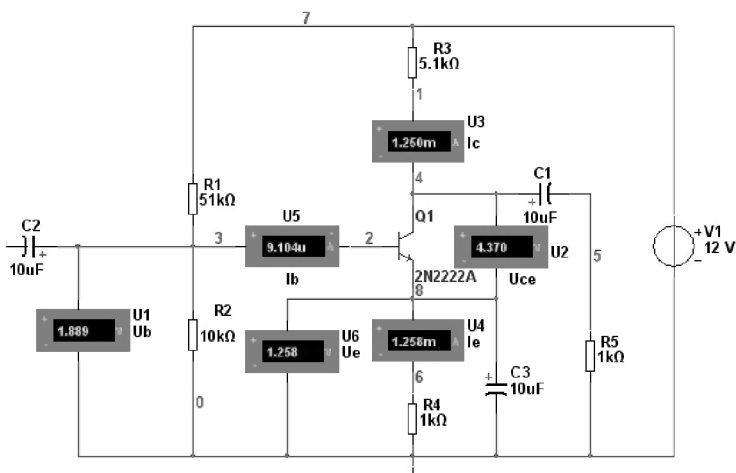
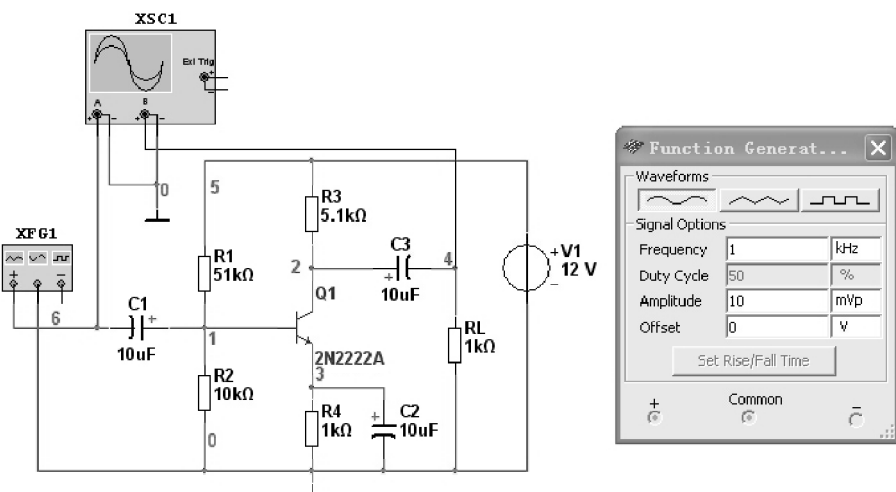

图 6-26 单管共射放大电路
图 6-27 单管共射放大电路电压放大倍数仿真分析
单管共射放大电路如图 6-26 所示。
2. 搭建单管共射放大电路的静态工作点仿真电路 (见图 6-26) 和如图 6-27 所示的单管共射放大电路电压放大倍数仿真分析图
- (1) 双击图 6-26 中各电压表、电流表图标, 弹出其属性对话框后进行设置。